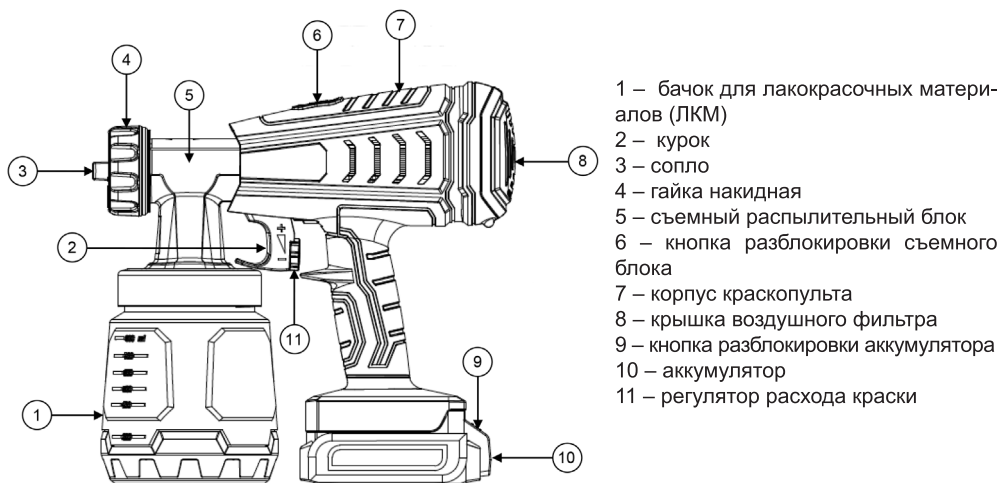

Рис. 1
- Извлеките аккумулятор 10 (Рис. 1) из прибора, нажав на кнопку разблокировки аккумулятора 9 (Рис. 1) и потянув аккумулятор из устройства.
1 способ: Нажмите на выключатель 3 (Рис. 1) и световые индикаторы 9 (Рис. 1) покажут уровень заряда.